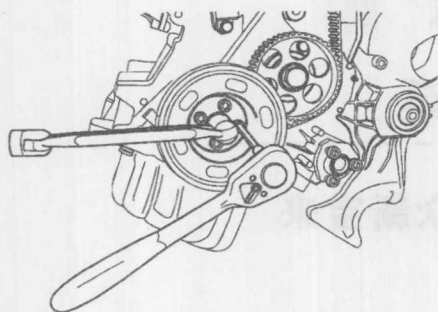
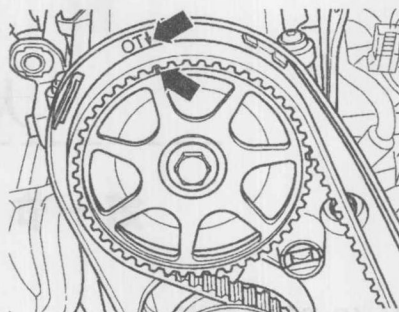

图1-1-3 拆下曲轴多楔带轮
图1-1-4 对齐凸轮轴正时标记
- ⑤拆下转向助力油储液罐，并保持管路连接。
- ⑥拆下冷却液补偿罐放置一旁，并保持管路连接。
- ⑦拆下多楔带张紧轮，拆下同步带上部护罩。
- ⑧用支撑工装10-222A在安装位置支撑住发动机。
- ⑨拆下曲轴多楔带轮，如图1-1-3所示。
- ⑩将发动机支架下部螺栓旋出。
- ⑪旋出总成支承/发动机支架的紧固螺栓，并将总成支承拆下。
- ⑫用支撑工具10-222A将发动机吊起，直到能将发动机支架上部的两个螺栓松开并旋出为止。
- ⑬向上取出发动机支架。
- ⑭拆下同步带护罩中段和下段。
- ⑮转动曲轴带动凸轮轴正时齿轮转至1缸上止点处，凸轮轴正时齿轮的标记必须与同步带后护罩的标记平齐，如图1-1-4中箭头所示。
- ⑯标记同步带的传动方向。
- ⑰松开张紧轮并取下同步带。
⑬将曲轴略微向反方向旋转。
⑤将同步带安装到张紧轮和凸轮轴正时齿轮上，凸轮轴正时齿轮的标记必须与同步带后护罩的标记平齐，如图1-1-4中箭头所示。